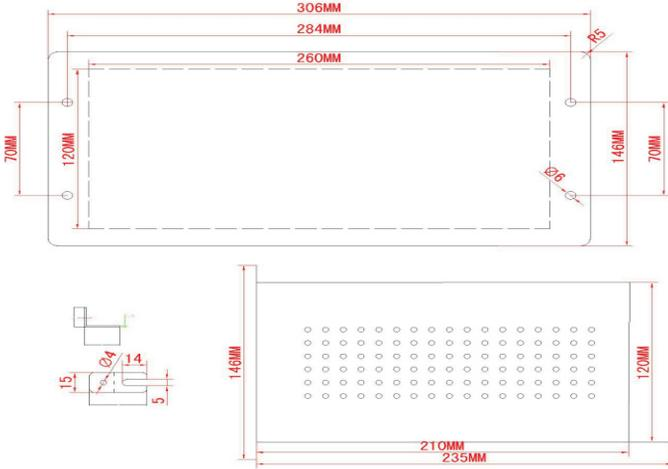

图 1（装置开孔图及外形尺寸图）
5. 外形尺寸：详见图 1
6. 开孔尺寸：（长）262 mm×（高）122 mm 详见图 1